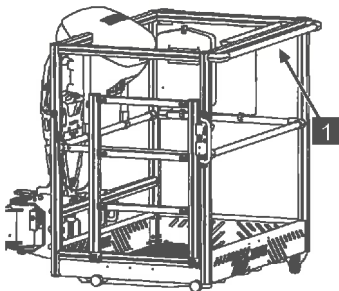

Abb. 138
2. 2. Person: Arbeitskorb nach oben Abstützen (Abb. 138/1).